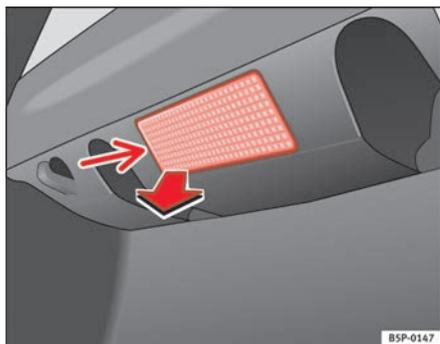

Fig. 161 Luz do porta-bagagens
- Extraia a tulipa pressionando o rebordo da parte interior da mesma -seta- com ajuda da ponta de uma chave de parafusos ⇒ fig. 161.